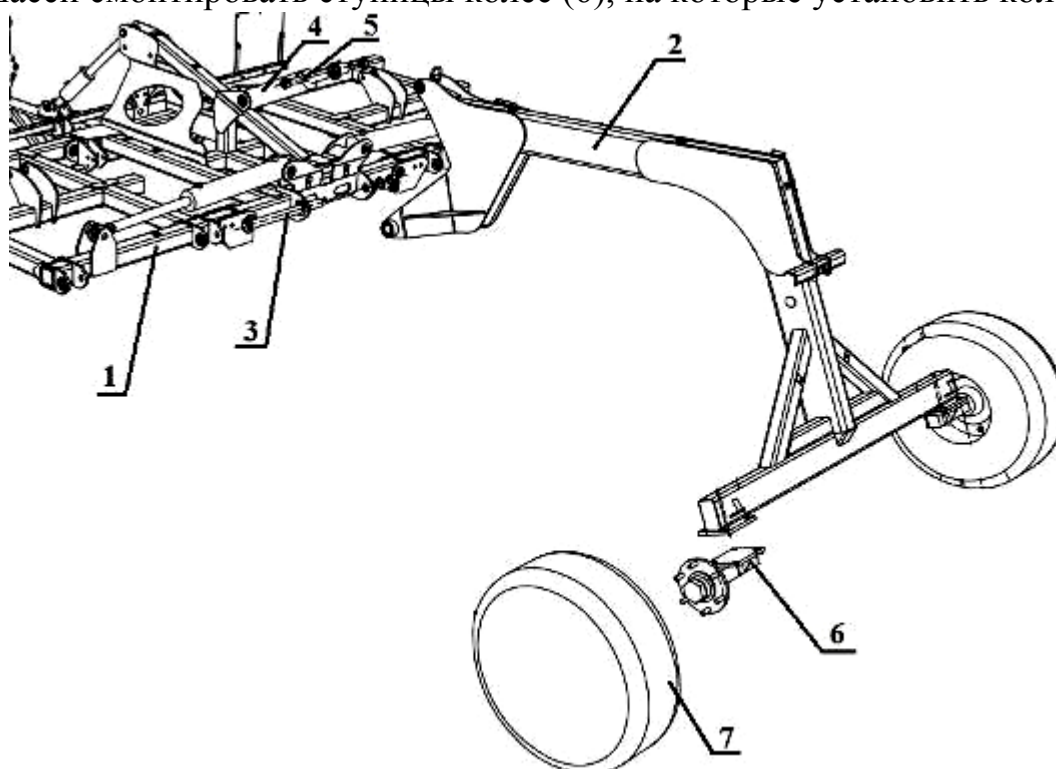

Рисунок 2.
- Смонтировать к центральной раме (1) (рис. 2) шасси (2) посредством крепежной оси (3).
- Закрепить гидроцилиндр (4) на шасси крепежным болтом (5).
- На шасси смонтировать ступицы колес (6), на которые установить колеса (7).